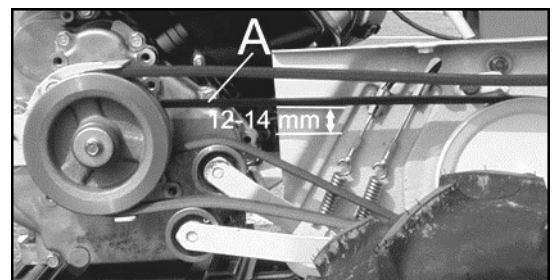

Figura 27
- Premere la cinghia con il dito in posizione mediana tra le 2 pulegge (A, Figura 27): la cinghia deve flettere di circa 12 ~ 14 mm. In caso contrario, registrare la tensione della cinghia.